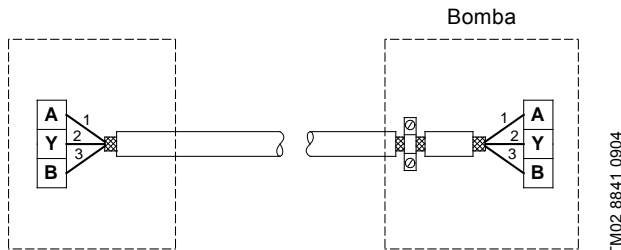

Fig. 20 Conexión con cable apantallado de 3 conductores
- Si la unidad no tiene abrazadera de cable como se muestra en la fig. 20, la pantalla deberá dejarse sin conectar por este extremo.